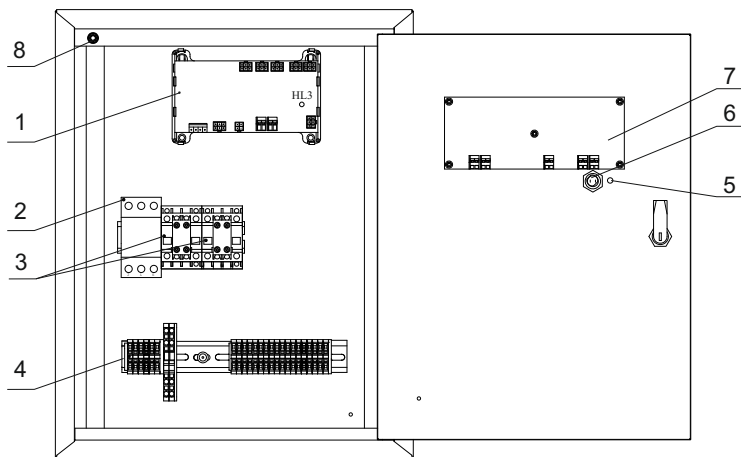

Рисунок 2 – Внутреннее устройство ШУ
1.5.3 Внутри корпуса (рисунок 2) размещены: